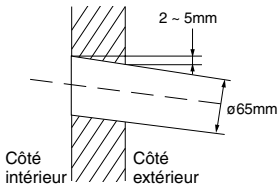

Fig. 2-1
2.1 Percer un trou dans le mur en procédant de la façon représentée sur la Fig. 2-1, pour faciliter l'écoulement des condensats.
- Les trous dans le mur doivent se faire de manière inclinée, voir la Fig. 2-1, pour assurer un bon écoulement de l'eau de condensation.